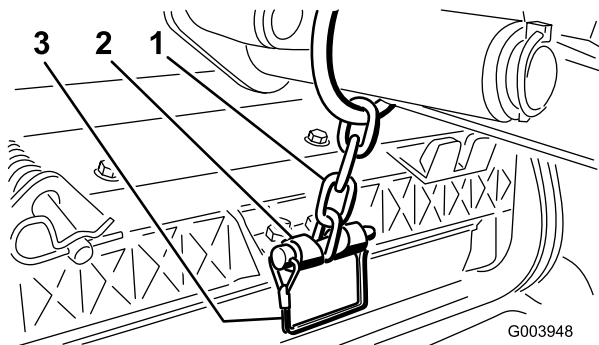

Bild 12
12. Befestigen Sie die Hubarmkette mit dem Einraststift an der Kettenhalterung (Bild 12).